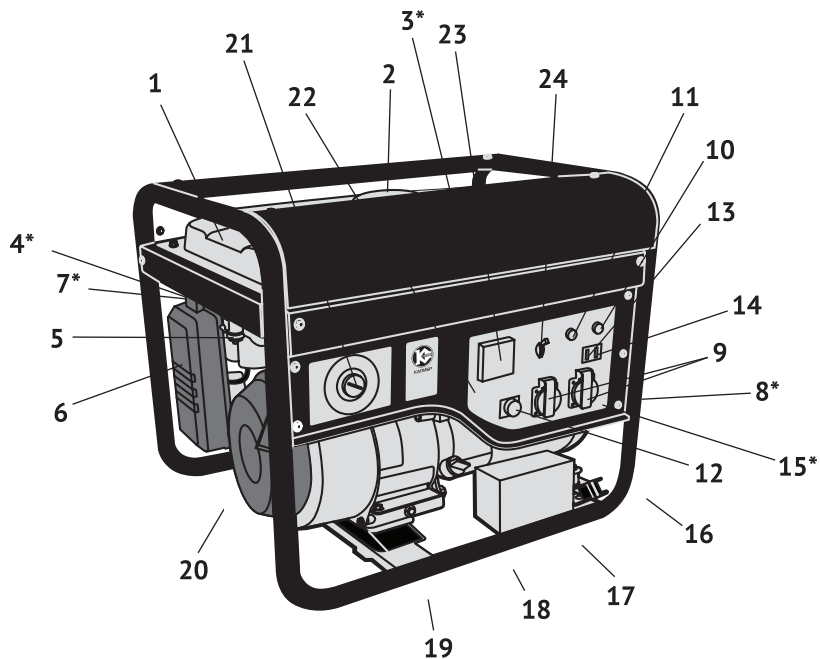

рис.1
Коленчатый вал, приводимый во вращение возвратно-поступательными движениями поршня двигателя, передаёт крутящий момент на вал якоря генератора. Передача осуществляется через коническое сопряжение ротора генератора и вала двигателя. При этом образуется самоцентрирующаяся трёхопорная схема соединения. С обмоток статора генератора напряжение подводится: через систему стабилизации на розетки переменного тока 220В (рис.1 поз.9) или через выпрямительный блок на розетку постоянного тока (рис.1 поз.14).
2.4 Общий вид бензогенератора представлен на рис.1
Соединение автоматического блока управления с бензогенератором производится специальным кабелем, подключаемым к разъёму (рис.1 поз.12) на панели управления (рис.1 поз.22) бензогенератора.
3.2 Бензогенератор оснащён одноцилиндровым четырёхтактным двигателем внутреннего сгорания с верхним расположением клапанов и нижним расположением коленчатого вала. Верхнее расположение клапанов снижает теплонапряжённость двигателя. При этом достигается более высокая выходная мощность в меньшем рабочем объёме при эффективном сгорании топлива. Двигатель имеет карбюраторную систему питания. Смазка осуществляется разбрызгиванием масла в картере. Пуск двигателя осуществляется или ручным тросовым возвратным стартёром (рис.1 поз.20) или ключом замка зажигания (рис.1 поз.21) электрического стартера.
3.4 Двигатель и генератор закреплены на трубчатой раме (рис.1 поз.16) через амортизаторы, что снижает вибрацию аппарата и уменьшает уровень шума при работе. Все элементы бензогенератора имеют удобный доступ для обслуживания и ремонта.
4.2.3 Обеспечение требований электробезопасности: Эксплуатация бензогенератора должна производиться в строгом соответствии с требованиями «Правил техники электробезопасности при эксплуатации электроустановок». Электрическая сеть подключения потребителей относится к системе с изолированной нейтралью, предусматривающей защитное заземление открытых токопроводящих частей корпуса. В зависимости от местных условий (состав грунта, его влажность и т.п.) изменяется качество заземления. Во всех случаях защитное заземление должно иметь сопротивление не более 4-х Ом. Во время работы бензогенератора его клемма заземления (рис.1 поз.15) должна быть подсоединена к заземлителю. Практически это требование может быть реализовано следующими способами: